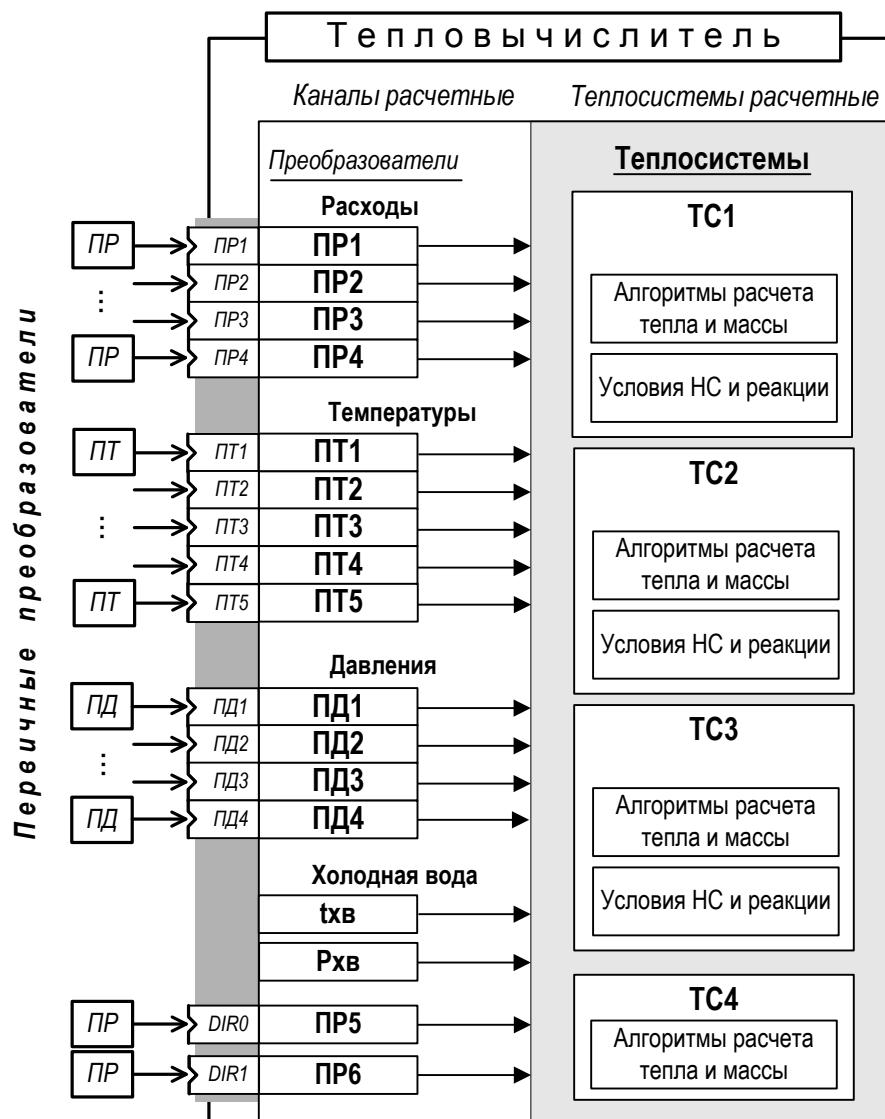

Рис.12. Структурная схема обработки данных в тепловычислителе.
6.4.1.1. Общая структурная схема обработки данных в тепловычислителе показана на рис.12.